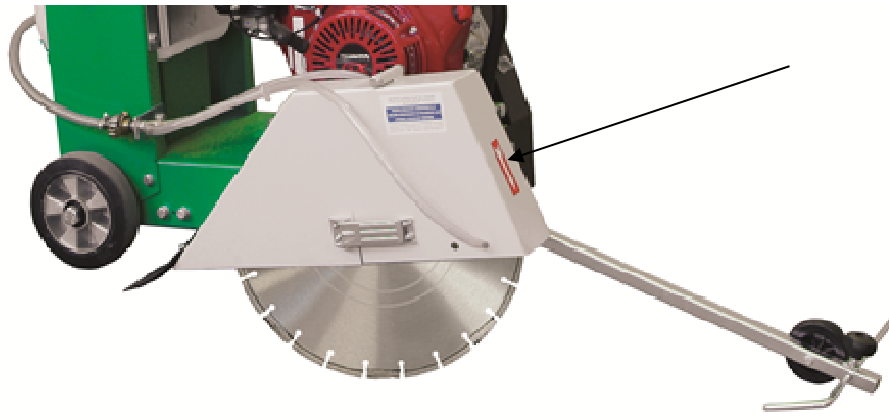

Figura 5-4
- Verificare che il senso di rotazione del disco sia quello indicato dalla freccia rossa sul carter per evitare danni al disco e all'operatore (vedi Figura 5-4).